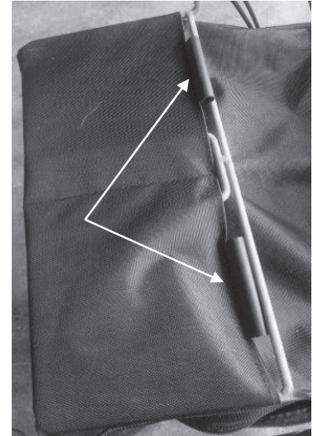

Рис. 15
- Если ваш мешок оборудован дополнительными защелками или другими дополнительными крепёжными элементами (рис. 15), используйте их, закрепив мешок на кронштейне.